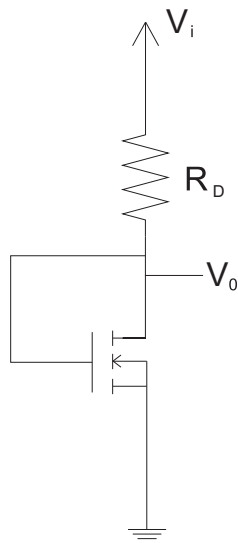

Figura 5.3: Montaje experimental para la medida de la característica I-V de un NMOS.
Para calcular la característica I-V en saturación del transistor NMOS, montaremos el circuito de la figura 5.3, en el que puerta y drenador están cortocircuitados y donde V_i es una fuente de alimentación variable cuyo valor
6. Para el montaje de la figura 5.3, mida e indique el valor experimental de R_D .